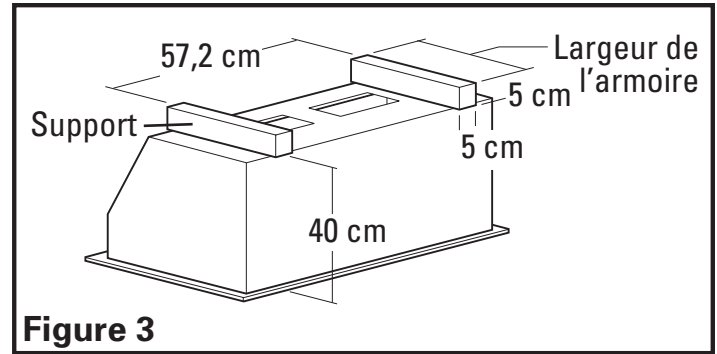

Figure 3
**REMARQUE** : S'il n'existe pas une armature pour le cabinet, vous devrez installer l'armature pour y attacher l'unité (Figure 3).